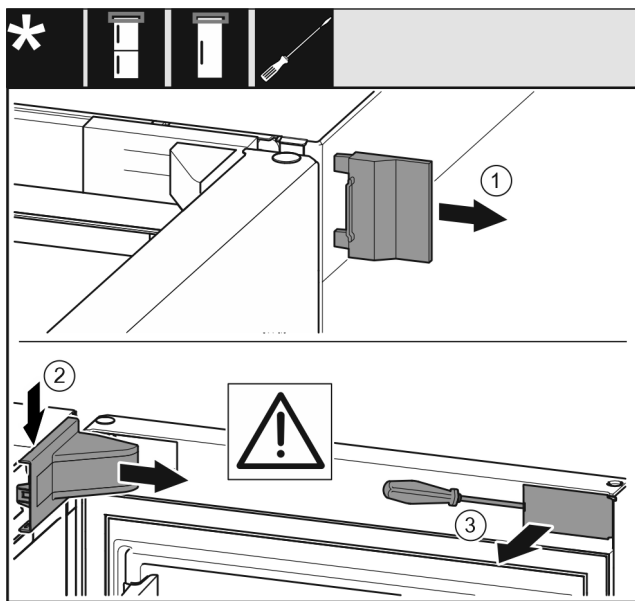

Fig. 6
- Odoberte vonkajší kryt. Fig. 6 (1)
- Odistite a uvoľnite kryt ložiskovej konzoly. Odoberte kryt ložiskovej konzoly. Fig. 6 (2)
- Kryt odistite plochým skrutkovačom a vyklopte nabok. Fig. 6 (3)